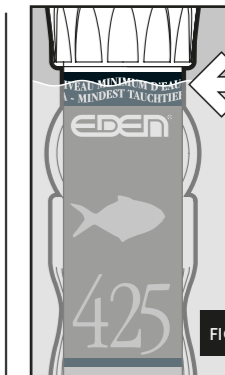

FIG. 1
- ♦ The heater must be submersed to at least the "MINIMUM WATER LEVEL" indication (fig. 1).
To obtain the best distribution of heat in the tank, place the heater inside the aquarium so that the water can circulate freely around the glass tube, with the heating element part at the bottom of the aquarium. Otherwise the thermostat cannot work correctly. The heater is fully submersible and for correct functioning it must be submersed at least till the "MINIMUM WATER LEVEL" mark (fig. 1).
- ♦ Le chauffage doit être immergé au minimum jusqu'à l'indication "NIVEAU MINIMUM DE L'EAU" (fig. 1).
Le chauffe-eau est complètement submersible et pour fonctionner correctement il doit être immergé au moins jusqu'au repère "NIVEAU MINIMUM DE L'EAU" (fig. 1).
- ◆ *De staafverwarming moet minimaal tot het streep "MINIMUM WATER LEVEL" (afb. 1) onder water zitten.*
- Voor een ideale verdeling van de warmte is de staafverwarming op een plek te zetten, met een zo goed als mogelijk watercirculatie. Het moet verticaal het verwarmingselement richting aquarium bodem worden vast gezet. De staafverwarming kan volledig worden ondergedompeld maar moet minimaal tot het streep "MINIMUM WATER LEVEL" (afb. 1) onder water zitten.
- ◆ *El termocalentador se sumergirá como mínimo hasta la indicación "NIVEL MÍNIMO DE AGUA" (fig. 1).*
El termocalentador es completamente sumergible, y para que funcione correctamente se debe sumergir al menos hasta la marca "NIVEL MÍNIMO DE AGUA" (fig. 1)